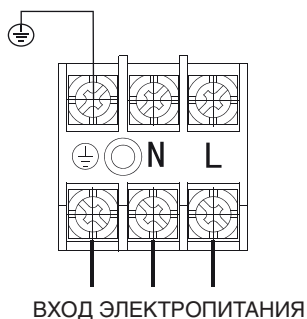

Рисунок 7-1
- Схема клеммной колодки показана на рис. 7-1